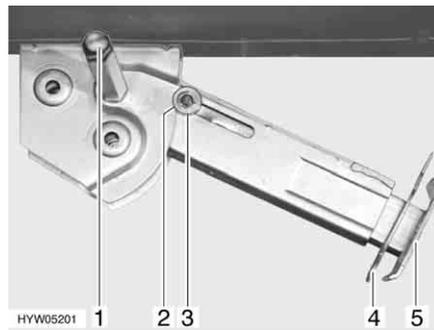

Bild 32 Hubstütze
- Am Sechskant (Bild 32,1) den Steckschlüssel aufstecken und drehen, bis die Hubstütze senkrecht nach unten steht.
- Splint (Bild 32,4) aus der Stützfußverlängerung (Bild 32,5) herausziehen.
- Am Sechskant (Bild 32,1) den Steckschlüssel aufstecken und drehen, bis die Hubstütze wieder vom Boden frei ist.
- Stützfußverlängerung (Bild 32,5) ganz einschieben und Splint (Bild 32,4) in die vorgesehene Bohrung an der Stützfußverlängerung stecken.
- Mit Steckschlüssel am Sechskant (Bild 32,1) drehen, bis Hubstütze nach oben geschwenkt und die Führungsscheibe (Bild 32,3) vollständig in die Kerbe (Bild 32,2) eingefahren ist.